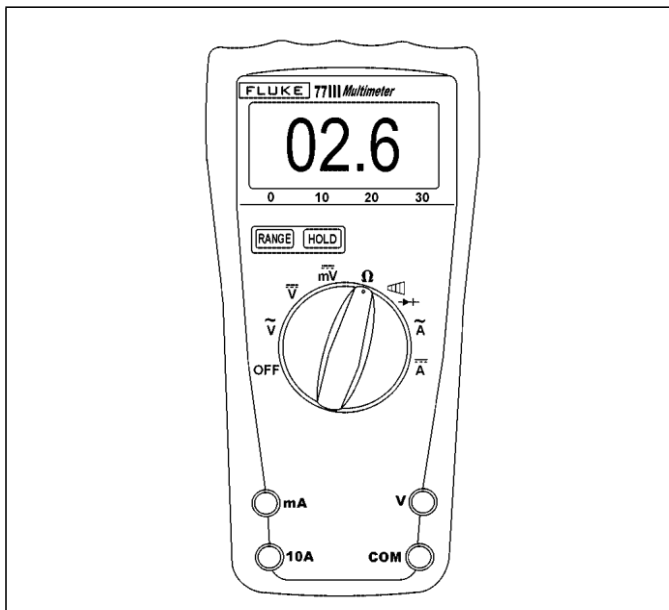

Figura 15-20
1. Seleccione el símbolo de la **Ohmios (Ω)** con el interruptor giratorio del medidor. Ver Figura 15-20.